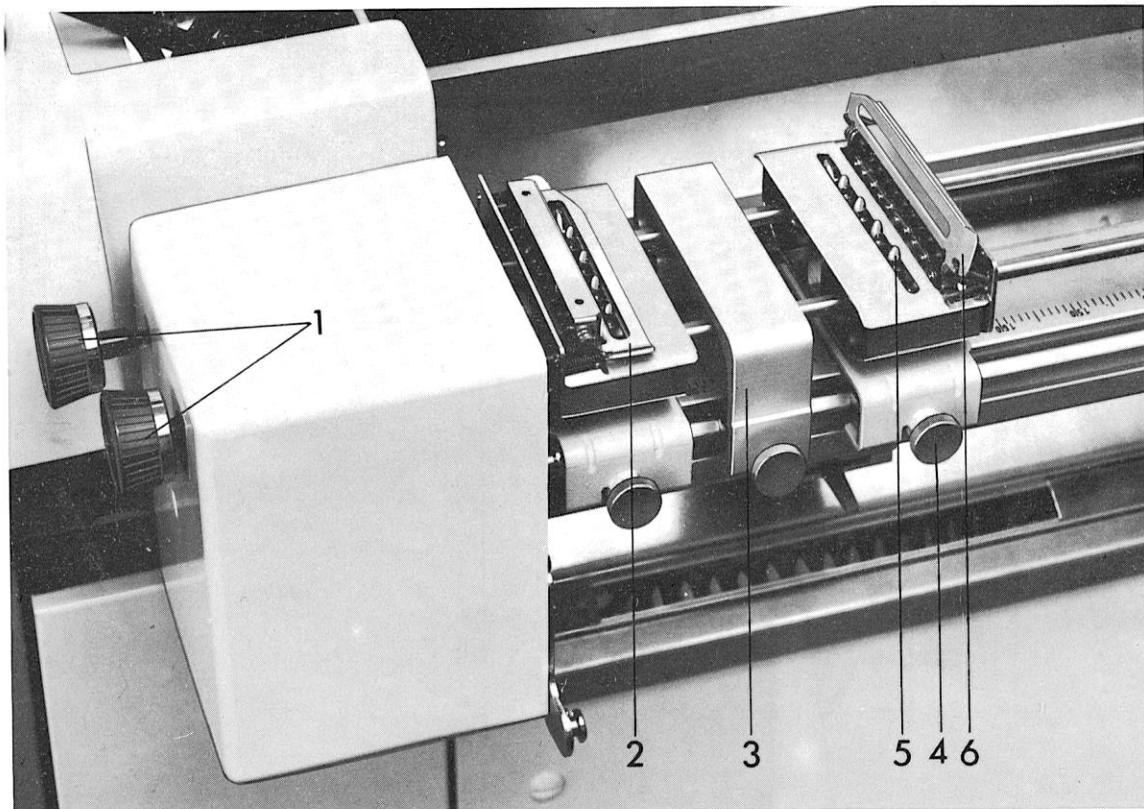

Abb. 10 Endlosformularführung, Ansicht von hinten
- Führungsklappen (Abb. 10) aufklappen.
- Drehknopf (1) Abb. 10 axial bis zum Anschlag hineindrücken.
- Rändelknöpfe (4) Abb. 10 lösen und die Traktoren (5) Abb. 10 seitlich soweit verschieben, bis die Transportlöcher auf den Transportstacheln aufliegen.
- Papierableiter (3) Abb. 10 mittig zu den beiden Traktoren einrichten.